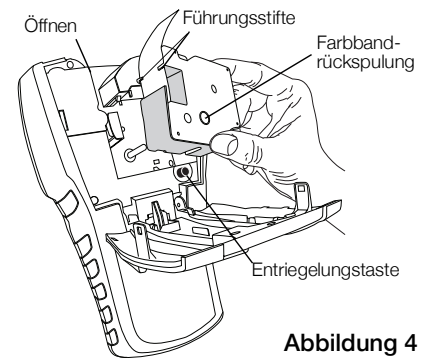

Abbildung 4
- 2 Drücken Sie die Entriegelungstaste, um die Kassette freizugeben. Siehe Abbildung 4. Die Etikettenkassette wird freigegeben.